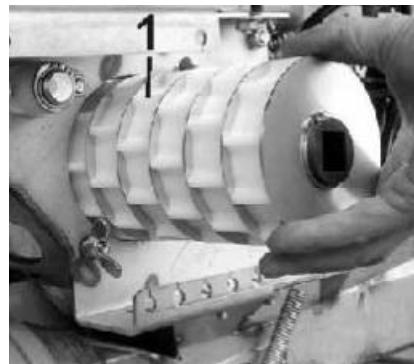

Рисунок 13
- Средняя – (опция, рисунок 13) для посевного материала средней величины со средней нормой высева.